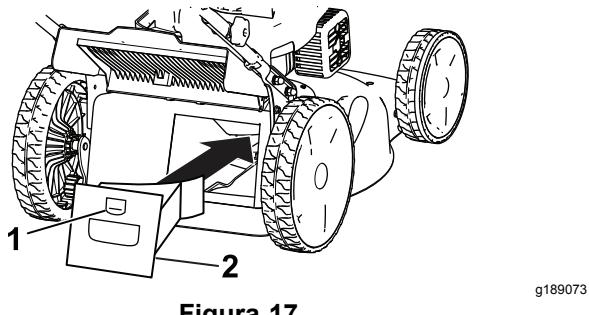

Figura 17
1. Levante y sujeté el deflector trasero (Figura 17).
2. Instale el tapón de mulching en la carcasa y bloquee el tapón en el hueco de la carcasa (Figura 17).